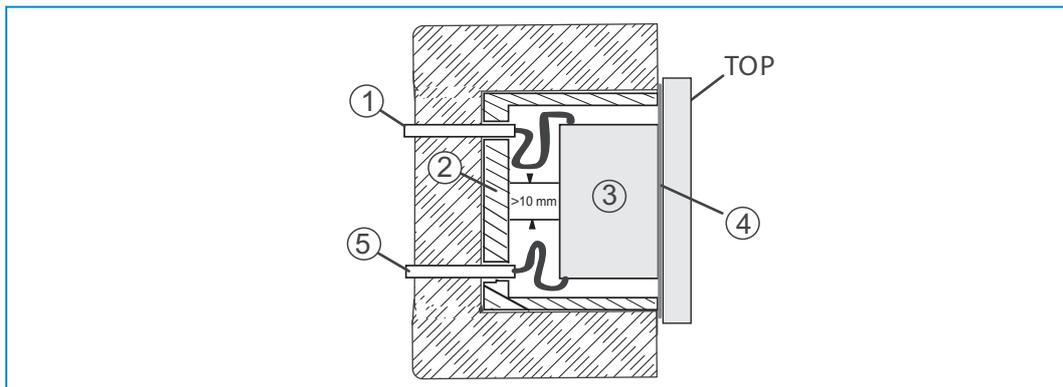

Fig. 6: Circuiti SELV
- » Durante il montaggio i circuiti elettrici SELV vanno separati (distanza > 10 mm) dagli altri circuiti elettrici (vedi Fig. 6).